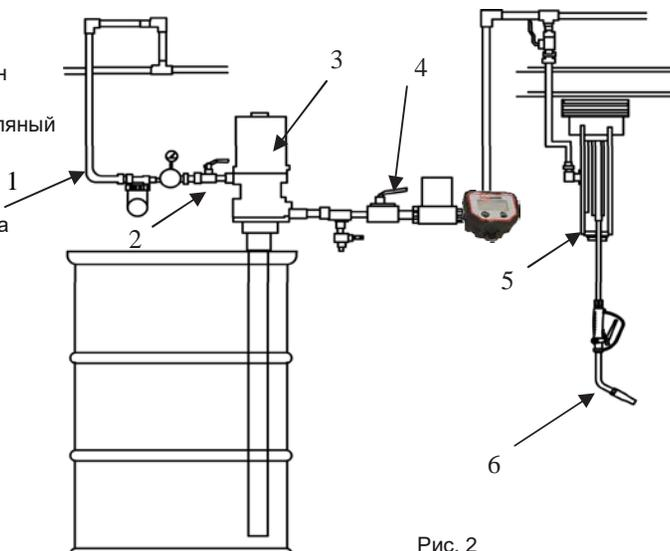

Рис. 2
2. Насос: Используйте заземляющий провод и хомут, как показано на рис. 2. Открутите винт заземления, вставьте конец провода заземления в отверстие для заземления. Закрепите предохранительный болт насоса.